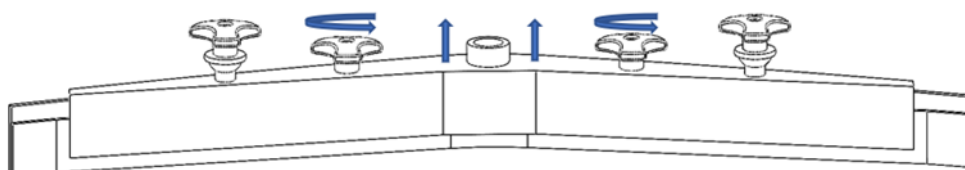

Fig. 4
3. Om het voorste zuigmondblad te verwijderen, draait u de binnenste knoppen op de montage volledig los (Fig 4).